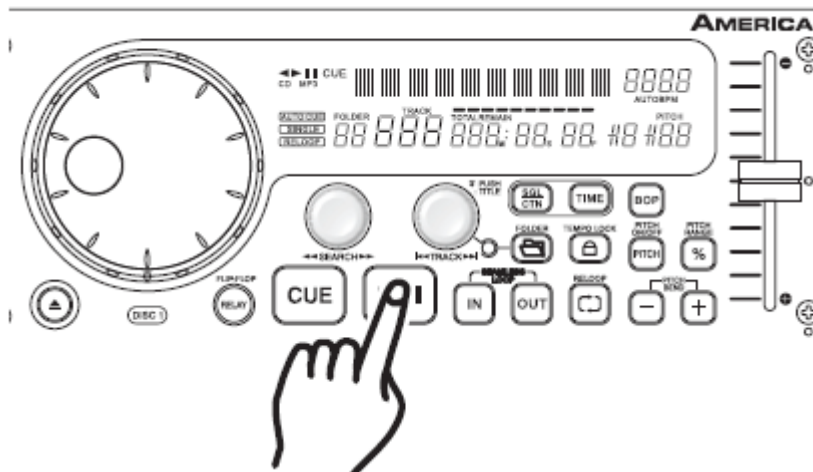
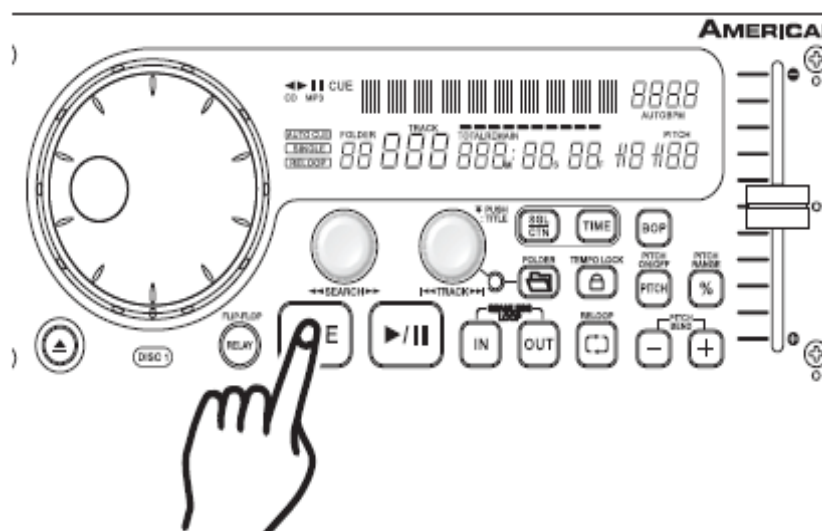
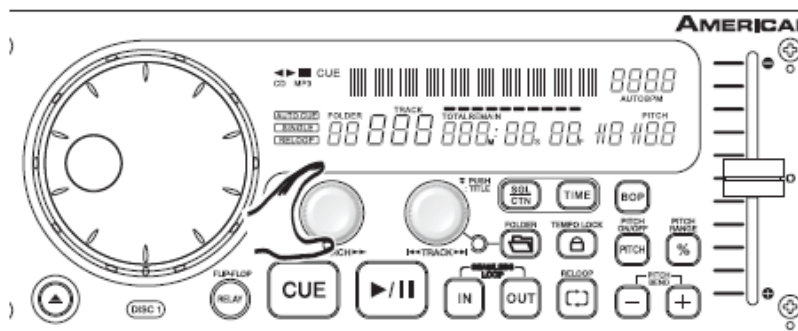

Figura 10
Figura 11
Figura 12
3. AVVIO RIPRODUZIONE - Figura 10
6. PAUSA - Figura 10
5. ARRESTO RIPRODUZIONE - Figura 10 e 11.
Questa caratteristica consente lo scorrimento frame per frame attraverso una traccia, permettendo di trovare e impostare un “cue point” di inizio o un punto di inizio ciclo. Per utilizzare la funzione scorrimento bisogna essere in modalità Pause (vedere sezione 5) o Cue (vedere sezione 8). Una volta in modalità Pause o Cue ruotare la MANOPOLA DI RICERCA (4) per far scorrere la traccia (figura 12). Ruotando la manopola in senso orario si effettua la ricerca in avanti del frame; ruotandola in senso antiorario si esegue la ricerca indietro. Quando si usa la MANOPOLA DI RICERCA (4) la funzione monitor (livello cuffie) consente di ascoltare le tracce che si stanno scorrendo. Una volta individuato il punto di partenza desiderato è possibile impostare un “cue point” di inizio premendo il PULSANTE PLAY / PAUSE (18), come in figura 10. Premendo il PULSANTE CUE (19), come in figura 11, si ritorna al punto appena impostato.